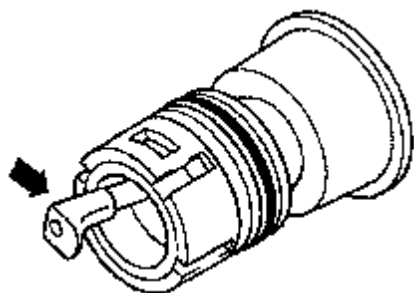

图 4-158 检查通风阀
检查通风阀时, 松开加油口侧面的阀固定卡箍, 拆下通风阀。(2) 安装通风阀前, 须拧下油箱加油口盖。杆处于分离位置时阀应关闭; 杆沿箭头方向压下时阀打开, 如图 4-158 所示。